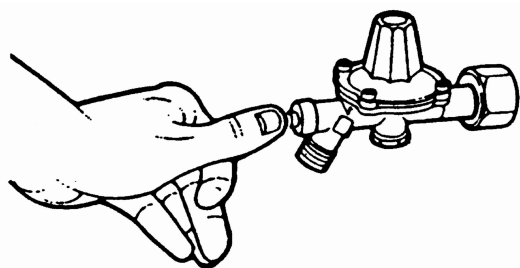

Рис.11
2. Установить газовый переключатель вентилятора в положение II (см. рис. 11). Вентилятор начнёт работу и после предварительной вентиляции произойдёт воспламенение.